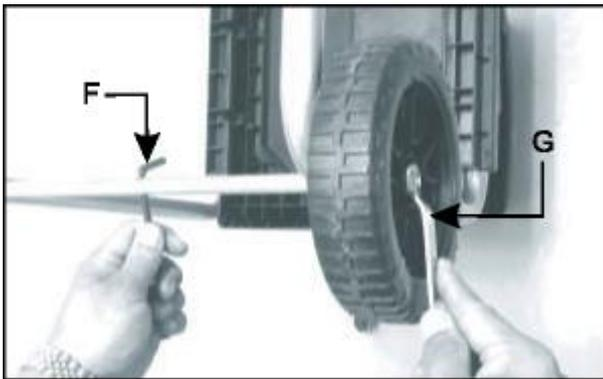

Рис. 1C
3. При помощи шестигранного ключа (F) зафиксируйте колесную ось и одновременно затяните гайку, используя ключ (G). (Рис. 1C)